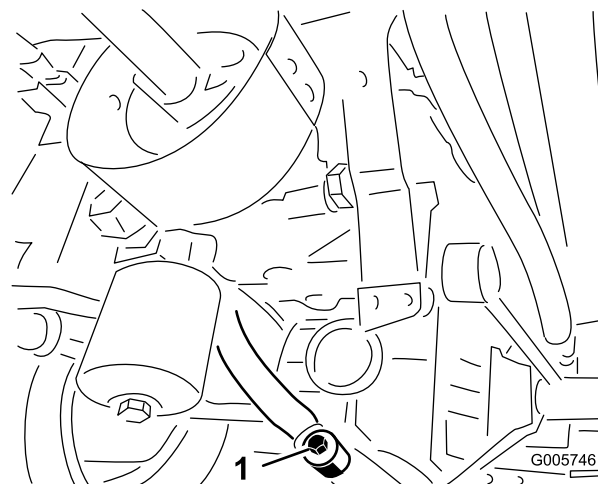
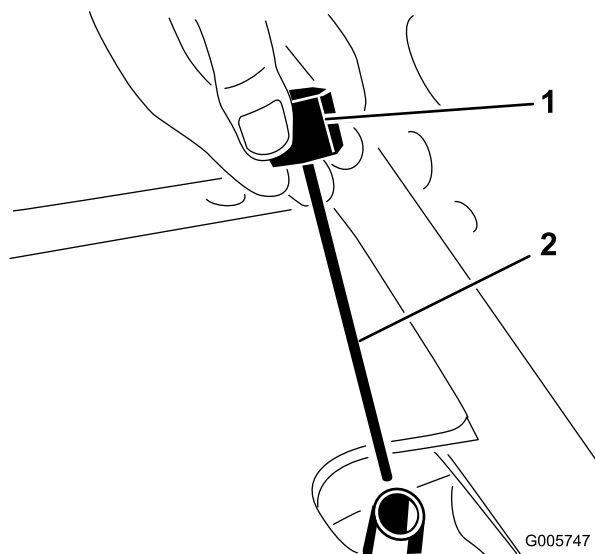

Figure 77
Figure 78
4. Enlevez le bouchon de vidange du raccord entre le carter de pont et le filtre à huile. Laissez couler l'huile dans un bac de vidange (Figure 77).
6. Placez le bouchon de vidange dans le raccord entre le carter de pont et le filtre à huile (Figure 77).
7. Sortez la jauge du goulot de remplissage du pont (Figure 78) et versez la quantité voulue d'huile du type et de la viscosité recommandés pour la température ambiante anticipée (voir le tableau ci-dessus).
9. Attendez encore deux minutes, puis sortez la jauge du goulot de remplissage du pont et vérifiez le niveau d'huile (Figure 78). Si le niveau est bas, faites l'appoint jusqu'à ce que le niveau atteigne la rainure sur la jauge (Figure 78). Si le niveau est trop haut, enlevez le bouchon de vidange (Figure 77) et vidangez une quantité d'huile suffisante pour faire descendre le niveau jusqu'à la rainure sur la jauge.